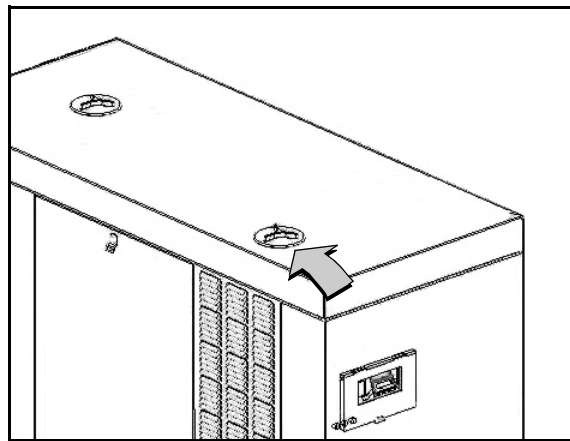

Figure 5-18. Accès au réservoir d'alimentation en huile
1. Faites tourner le couvercle de plastique dans le sens antihoraire et retirez-le du dessus du boîtier. Voir la Figure 5-18.